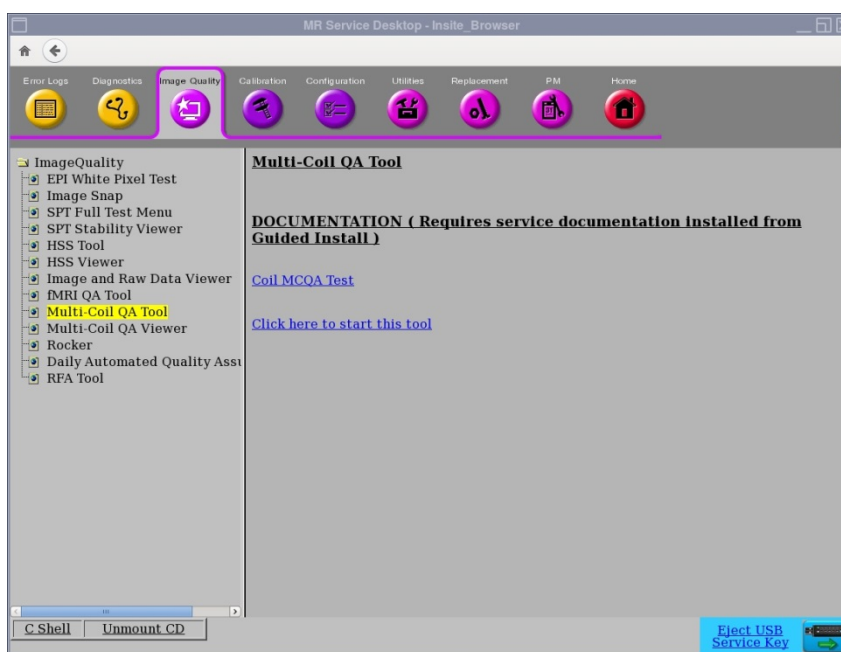

Figura 1
1. Em Common Service Desktop - CSD (Desktop de Serviço Comum), acesse o Service Browser (Navegador de Serviço) e selecione [Image Quality] (Qualidade de Imagem) - “Multi-Coil QA Tool” (Ferramenta de QA de Múltiplas Bobinas) e clique em “Click here to start this tool” (Clique aqui para iniciar a ferramenta), como aparece na Figura 1.